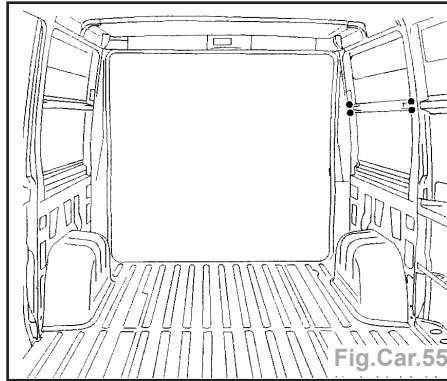

Fig.Car.55
- Traverse supérieure : positionner la traverse et souder par points bouchon MAG (Fig.Car.55).